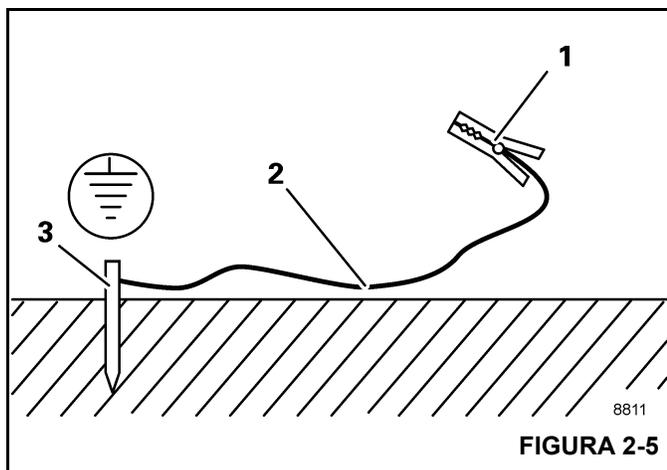

FIGURA 2-5
1. Martele uma haste de metal (3, Figura 2-5) (comprimento de aproximadamente 2,0 m [6.6 pés]) pelo menos 1,5 m (5 pés) no solo.
2. Umedeça o solo ao redor da haste de metal (3) para obter melhor condutividade.
3. Prenda o cabo isolado (2) na haste de metal (3) seção transversal de pelo menos 16 mm² (0.025 pol²).
4. Conecte a extremidade livre do cabo com um grampo (1) a um local com boa condutividade elétrica na estrutura.